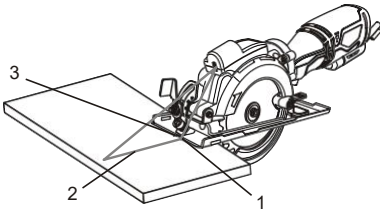

Fig. 9
NOTA: Para alinear la hoja de sierra con la marca de corte, use las marcas de guía en la parte delantera de la placa de suela (Fig. 9). Use la marca de corte de 0° (1) y la línea de láser (2) para cortes en ángulo recto. Use la marca de 45° (3) para cortes de bisel de 45°. Realice siempre un corte de prueba en una pieza de trabajo desechada antes de cortar el nuevo material.